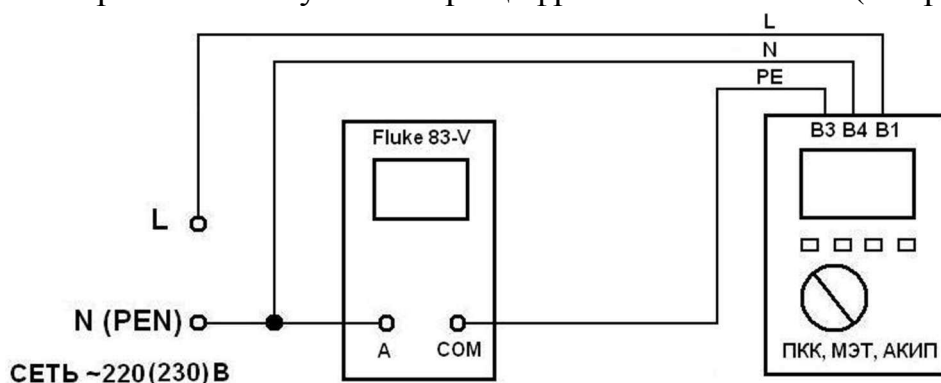

Рисунок 2 – Структурная схема соединения приборов при определении абсолютной погрешности измерения действующего значения тока отключения УЗО.
- входные разъемы поверяемого измерителя, предназначенные для подключения измерителя в режиме измерения действующего значения тока отключения УЗО, соединить при помощи измерительных проводов с разъемами мультиметра цифрового Fluke 83-V (см. рисунок 2);